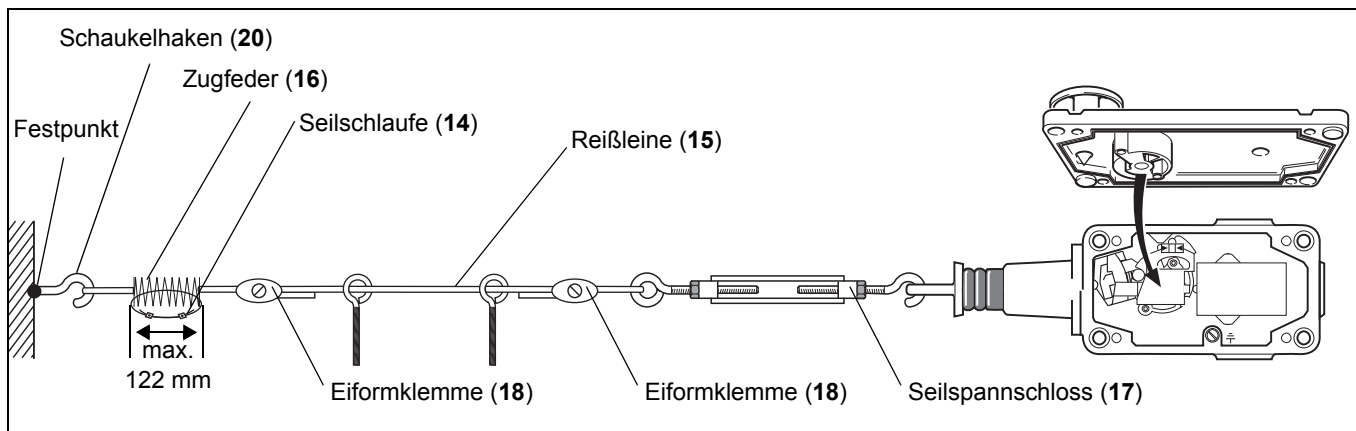
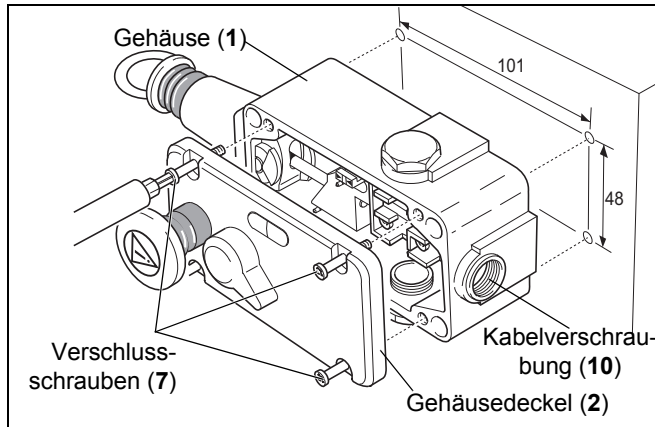

Abb. 5-6: Seilzugnotschalter spannen
Abb. 5-8: Seilzugnotschalter demontieren
Spannen Sie die Reißleine (15) wie folgt (siehe Abbildung 5-6 und 5-7):
1. Spannen Sie den Seilzugnotschalter über das Seilspannschloss (17) so weit vor, bis der schwarze Strich im Einstellfenster (11) zwischen den beiden
2. Öffnen Sie den Deckel (2), indem Sie die vier Verschluss-schrauben (7) lösen (s. Abb. 5-8).
4. Drehen Sie die Verschraubung (10) auf und ziehen Sie das Anschlusskabel aus dem Seilzugnotschalter.
5. Öffnen Sie das Seilspannschloss (17) und nehmen Sie das Gerät ab (s. Abb. 5-6).